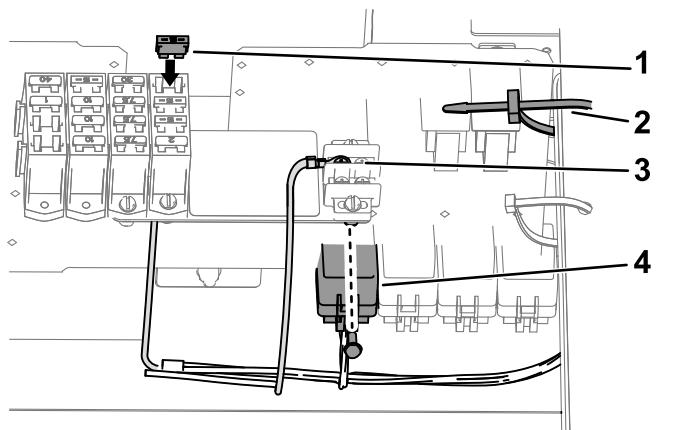

图 19
2. 将继电器插脚插入接头的插槽 图 19。
3. 将继电器安装片上的孔与配电板的孔对齐 图 19。
4. 用凸缘头螺栓#10-24 x 1/2 英寸将继电器固定到配电板上 图 19。
5. 拆下接地端子板上的螺丝 图 19。
- 对于保险丝盒中带有刀形连接接头的机器在保险丝盒中安装保险丝 图 19。
1. 在线束的 197cm 发动机舱支管上将继电器与修整组件线束的 5 插槽接头对齐 图 19。